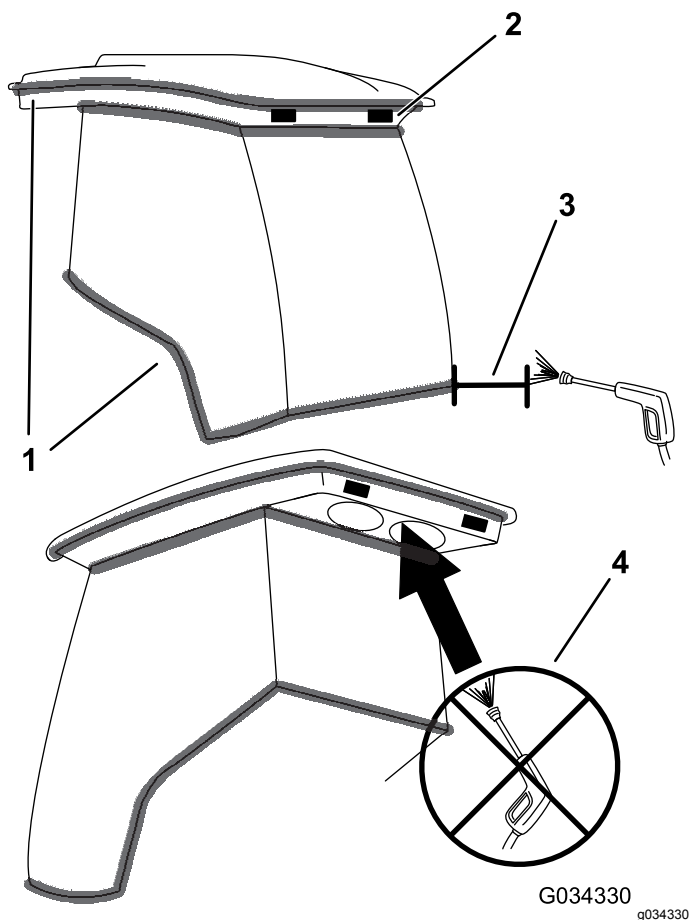

Figura 52
**Importante:** Tenga cuidado alrededor de las juntas y las luces de la cabina (Figura 52). Si está utilizando un lavador a presión, mantenga la vara al menos a 0,6 m de distancia de la máquina. No utilice un lavador a presión directamente sobre las juntas y las luces de la cabina o bajo el voladizo trasero.